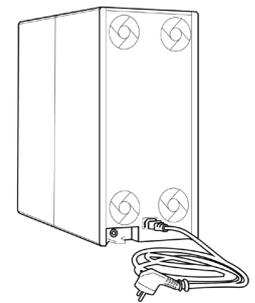

Fig. 16-1
18.8 – Inserire la presa IEC del cavo di alimentazione elettrica in dotazione nella spina IEC posizionata alla base del lato posteriore dell'apparecchio, nell'apposito vano allacciamenti, Fig. 16-1.